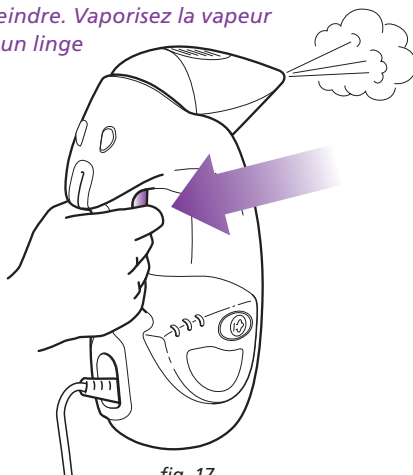

fig. 17
- 3 Le presseur à vapeur est automatiquement réglé en mode **FROTTAGE**. Pour activer la vapeur, pressez la gâchette de vapeur. Pour changer le mode, appuyez sur le bouton du mode de **RÉGLAGE VAPEUR/MARCHE** pour sélectionner le mode **ÉPOUSSETAGE**, **VADROUILLE** ou **FROTTAGE**. Vous pouvez changer le mode de vapeur lorsque le presseur à vapeur portatif est en mode veille ou en cours d'utilisation. Lorsque le voyant du mode de réglage devient bleu, maintenez enfoncée la gâchette de vapeur pour débiter le nettoyage à la vapeur. (fig. 17)